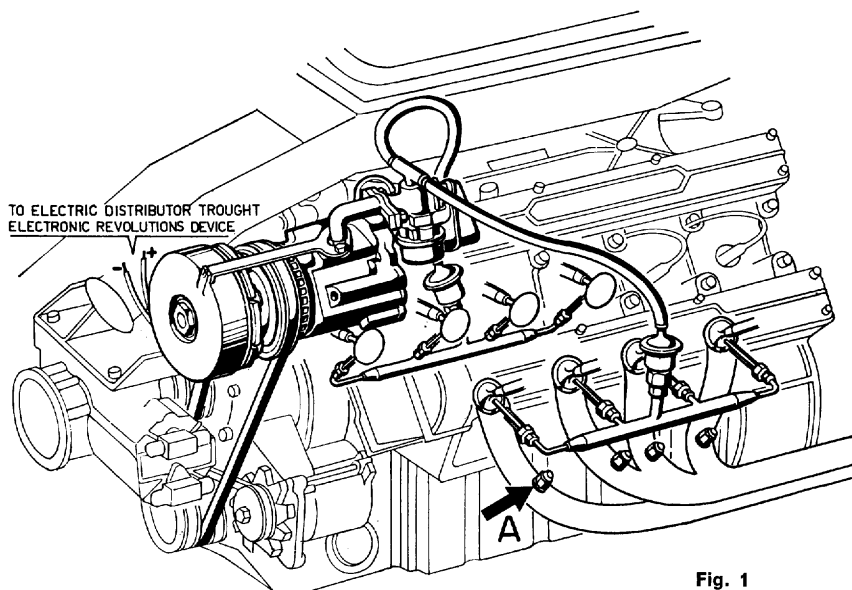
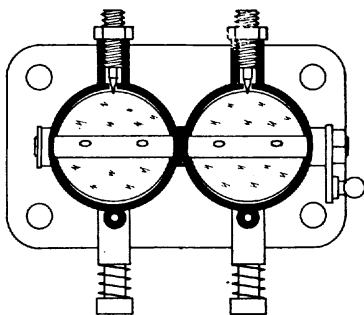

Fig. 1
Fig. 5
- 1) controllare con un banco di prova (strumento Bosch CO tester) che il CO minimo del motore sia tra $0,4 \div 0,9$ con il motore a freddo, e $0,2 \div 0,4$ con il motore a caldo. Il controllo deve essere effettuato su ogni tubo di scarico (A Fig. 1). Se si supera tali valori controllare le candele, il livello della benzina nei carburatori, i getti e l'apertura delle farfalle dei carburatori che possono essere sincronizzati tramite le viti di registro (Fig. 5).
- 1) check with a tester that the CO with engine idling is within $0,4 \div 0,9$ at cold engine, $0,2 \div 0,4$ at hot engine. The control must be made on each exhaust pipe (A Fig. 1). If it exceeds this value check the spark plugs, the fuel level in the carburetors, the carburetors jets and the opening of the carburetors throttles which must be synchronised, by means of the screws 2 of Fig. 5.